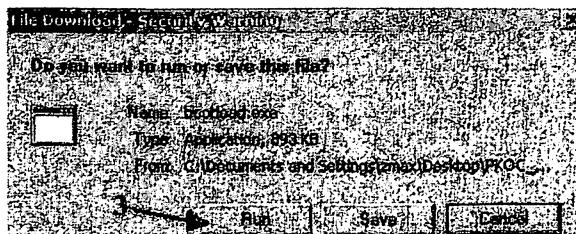

Рис.8.2. Запрос на запуск программы “File Download”
3. На запросе “File Download” нажмите кнопку **R un** (выполнить) см.рис.8.2.